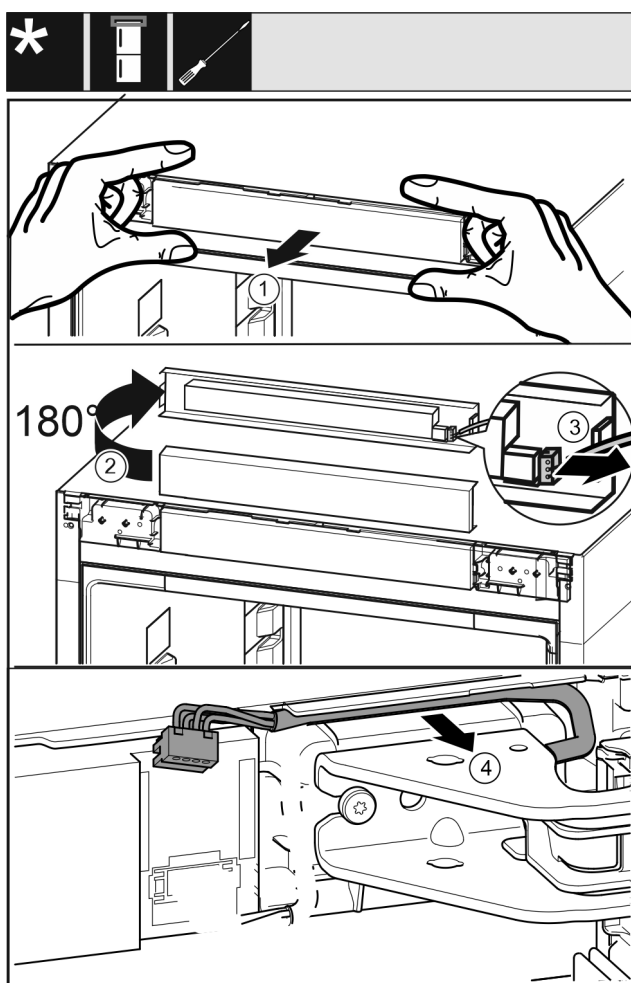

Fig. 9
- ▶ Vabastage seadme käsitsemisilukate ettevaatlikult ettepoole. Fig. 9 (1)
- ▶ Pöörake käsitsemisilukatet 180° ülespoole. Fig. 9 (2)
- ▶ Vajutage fiksaatornina tahapoole ja tõmmake pistik ettevaatlikult välja. Fig. 9 (3)
- ▶ Vabastage kaabel laagripuki kohal ettevaatlikult juhikust. Fig. 9 (4)